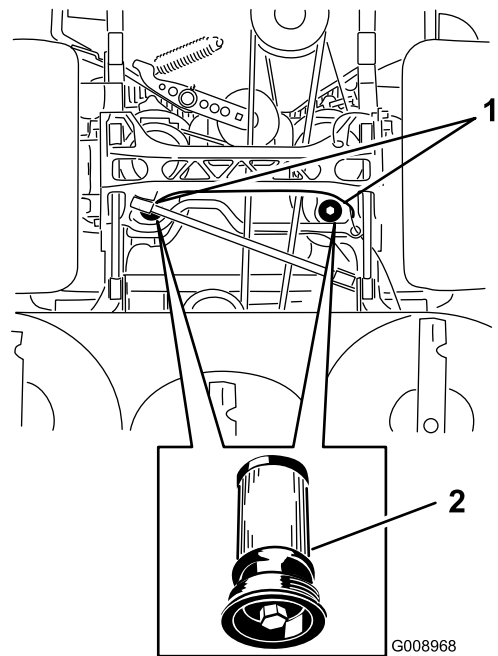

Figure 96
5. Placez un bac de vidange sous le filtre, retirez le filtre usagé et essuyez la surface (Figure 96).
6. Appliquez une fine couche de liquide hydraulique sur le joint en caoutchouc du filtre de rechange (Figure 96).